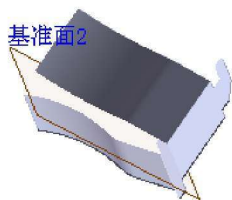
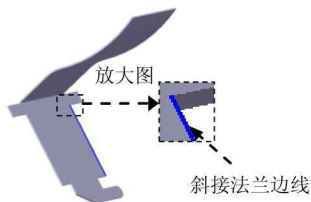
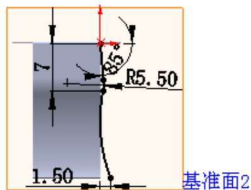

图 1.13 斜接法兰 2
图 1.14 斜接法兰边线
图 1.15 横断面草图 4
Step5. 创建图 1.13 所示的钣金特征——斜接法兰 2。选择下拉菜单 **插入(I)** **钣金(B)** **斜接法兰(M)...** 命令(或单击“钣金”工具栏上的“斜接法兰”按钮 ); 选取图 1.14 所示的边线为斜接法兰边线; 在草绘环境中绘制图 1.15 所示的横断面草图, 选择下拉菜单 **插入(I)** **退出草图** 命令, 退出草绘环境, 此时系统弹出“斜接法兰”对话框; 在 **法兰位置(L):** 区域中单击“折弯在外”按钮 。其他采用默认设置值; 单击  按钮, 完成斜接法兰 2 的创建。